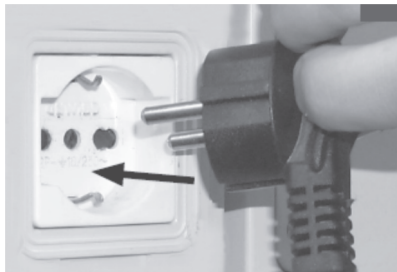
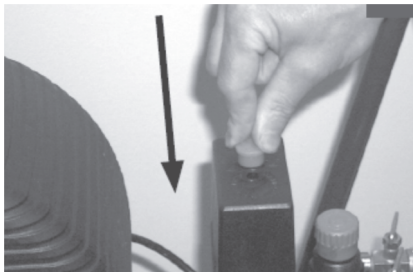

Рис. 4
Рис. 5
- Вставьте вилку электрокабеля питания в соответствующую розетку, имеющую контакты заземления (рис. 4), предварительно проверив, что выключатель реле давления (рис. 5) находится в положении выключено «О» (OFF);